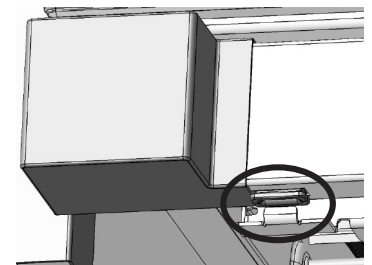
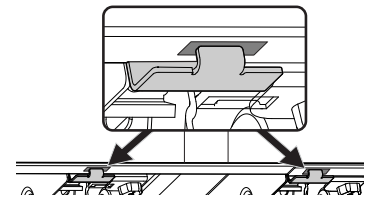
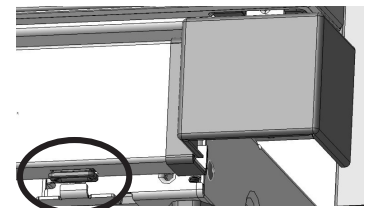

Fig. 27
Fig. 28
Fig. 29
26. a. Placez soigneusement les fentes de protection du coup de pied sur les 4 languettes de l'assemblage du niveleur. La première languette de l'assemblage de niveleur est encerclée à la Fig. 27, les deuxième et troisième languettes sont encerclées à la Fig. 28 et la quatrième languette est encerclée à la Fig. 29.